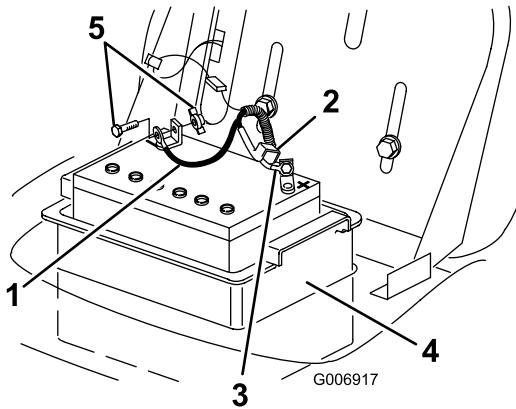

Figura 27
4. Desconecte el cable negativo de tierra (negro) del borne de la batería (Figura 27).
5. Deslice hacia arriba la cubierta de goma del cable positivo (rojo). Desconecte el cable positivo (rojo) del borne de la batería (Figura 27).
6. Retire la caja de la batería y la batería del chasis (Figura 27).
1. Coloque la batería en la caja de la batería e instálela en el chasis (Figura 27).
2. Usando el perno, las arandelas y la tuerca, conecte el cable positivo (rojo) al borne positivo (+) de la batería (Figura 27).
4. Usando el perno y la tuerca de mariposa, conecte el cable negativo (negro) al borne negativo (-) de la batería (Figura 27).